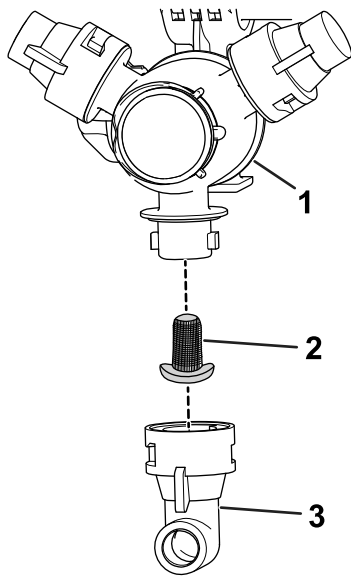

Bild 115
2. Nehmen Sie die Düse vom Sprühdrehkreuz ab (Bild 115).
3. Entfernen Sie den alten Düsenfilter (Bild 115).
4. Setzen Sie den neuen Düsenfilter ein (Bild 115).
5. Setzen Sie die Düse auf das Sprühdrehkreuz auf (Bild 115).